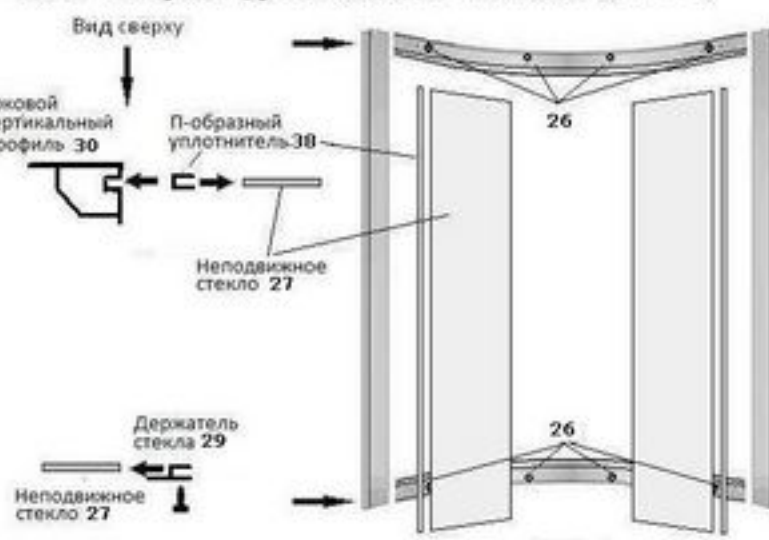

Рис.4
4.2. Сборка фронтальной стенки (рис.4)